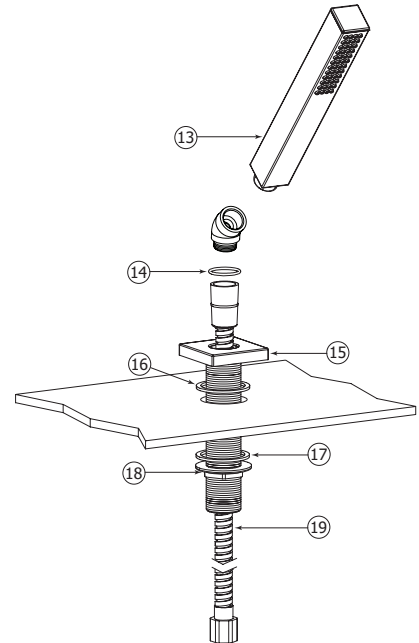

Fig.5
Insert the one-piece base (decorative flange, threaded rod (15)) and o-ring (16)) into the deckmount hole. Secure with supplied tie-down kit (17 and 18) (see Fig.5).
Insérer la base de douchette (rosace décorative et tige filetée (15)) dans le trou de la surface en incluant la rondelle (16). Ensuite fixer la base avec l'écrou (18) et la rondelle en caoutchouc (17) (voir Fig.5).